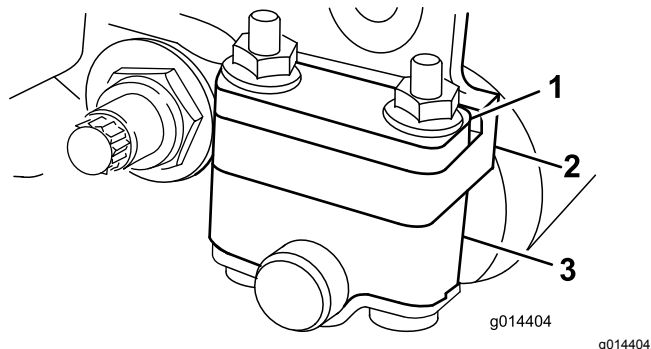
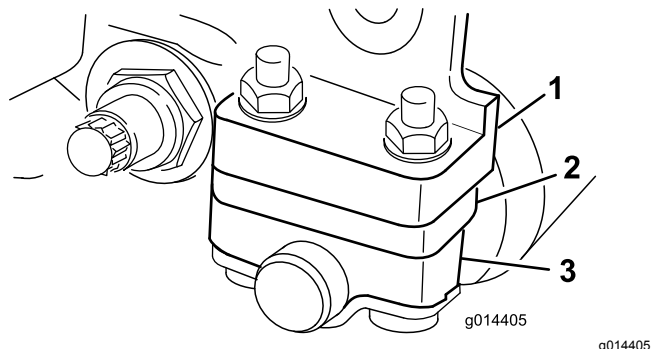

图12
图13
根据您想要的剪草高度范围需要将后滚筒支架 图12 或 图13 调整到较低或较高的位置
- 如 图12 所示当剪草高度设置介于 1.56mm 之间时将隔片放在侧板安装法兰的上方出厂设置。
- 如 图13 所示当剪草高度设置介于 3.25mm 之间时将隔片放在侧板安装法兰的下方出厂设置。
4. 需要时将隔片放入滚筒支架上方或下方的螺栓上 图12 或 图13。